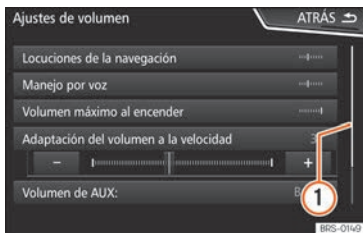

Fig. 177 Entradas de una lista de un menú de ajustes.
La barra de desplazamiento se muestra a la derecha y su tamaño depende de las entradas de la lista » **fig. 177** (1).